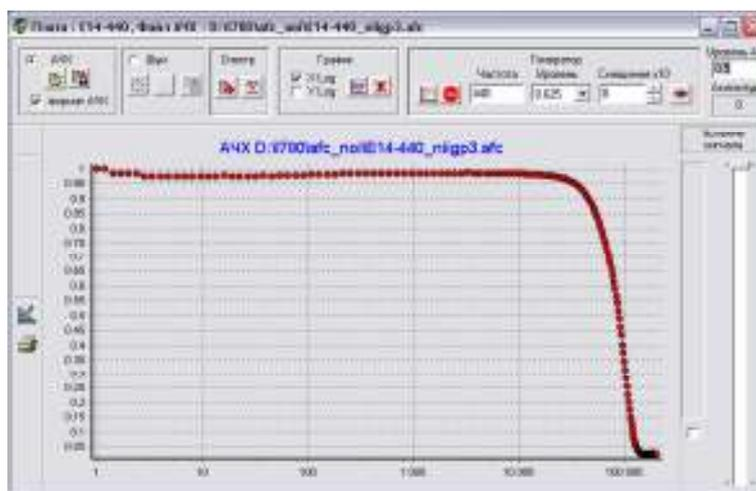

Рис. 10 Окно «АЧХ»
- 7.15 В главном меню выбрать пункт «Инструменты» и перейти на вкладку «АЧХ» (Рис. 10). В главном окне откроется окно «АЧХ»